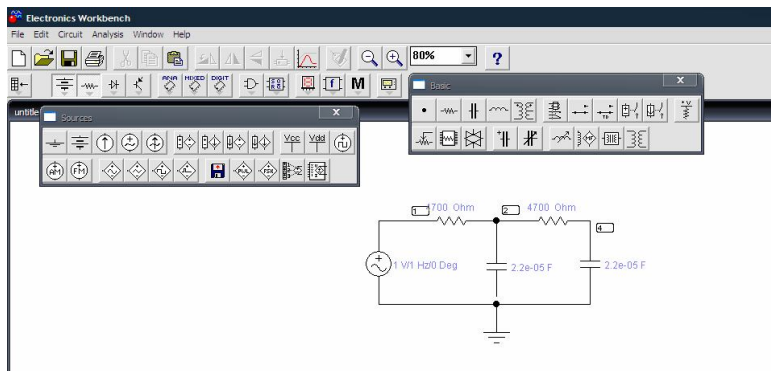

Рисунок 6 – Вигляд схеми в Electronics Workbench
2.5 Зібрана схема має вигляд, зображений на рис. 6.